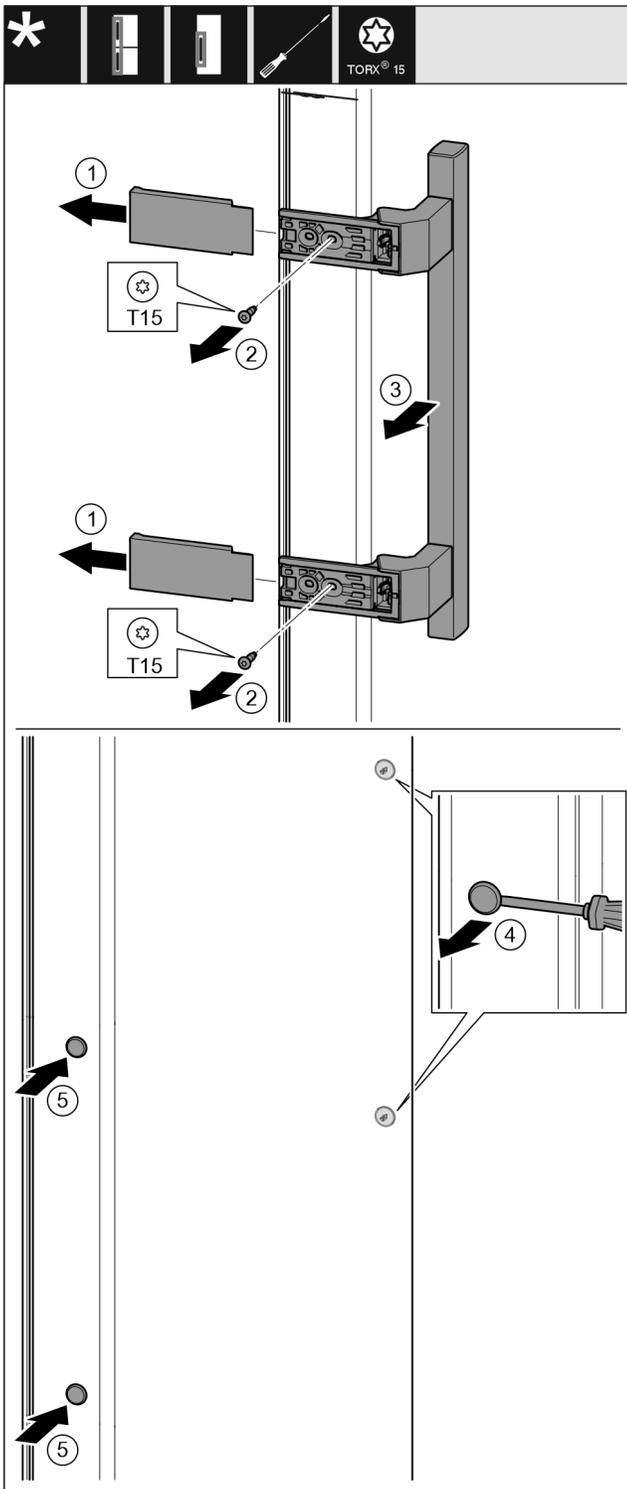

Fig. 16
- ▶ Retirer le cache. Fig. 16 (1)
- ▶ Desserrer les vis avec le tournevis T15. Fig. 16 (2)
- ▶ Déposer la poignée. Fig. 16 (3)
- ▶ Soulever délicatement le bouchon latéral avec un tournevis plat et le sortir. Fig. 16 (4)
- ▶ Remettre en place le bouchon de l'autre côté. Fig. 16 (5)